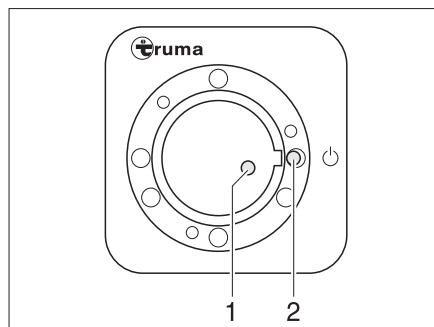
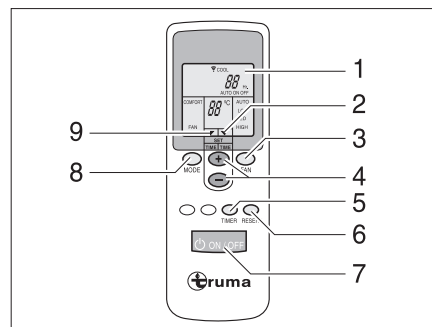

Fig. 120 Receptor
Fig. 121 Mando a distancia
- Conectar el mando a distancia por medio del interruptor (Fig. 121,7). La luz de control verde (Fig. 120,1) indica el funcionamiento de refrigeración.
- Ajustar el modo de funcionamiento deseado con la tecla (Fig. 121,8).
- De ser necesario, ajustar la potencia del ventilador y la temperatura ambiente deseadas con las teclas (Fig. 121,3 y 4). La flecha (Fig. 121,9) indica el modo de ajuste seleccionado.
- ▷ En el receptor se encuentra un pulsador interruptor adicional (Fig. 120,2) con el cual la instalación de aire acondicionado también se puede desconectar o conectar sin mando a distancia. En caso de que se conecte la instalación de aire acondicionado por medio de este pulsador interruptor, automáticamente se seleccionará el último modo de funcionamiento ajustado en el mando a distancia.
- Para desconectar, volver a pulsar la tecla (Fig. 121,7) del mando a distancia.
- Para la programación, conectar la instalación de aire acondicionado con la tecla (Fig. 121,7) del mando a distancia.
- Ajustar el modo de funcionamiento y la temperatura ambiente deseados con las teclas (Fig. 121,8, 3 y 4).
- Seleccionar la función deseada (Fig. 121,1) con la tecla (Fig. 121,5):
- Seleccionar el tiempo de conmutación deseado (de 1 a 15 horas) con las teclas (Fig. 121,4). La flecha (Fig. 121,2) parpadea e indica el modo de ajuste seleccionado.
- ▷ Con la tecla (Fig. 121,6) se realizan transmisiones repetidas de los ajustes del mando a distancia al emisor.